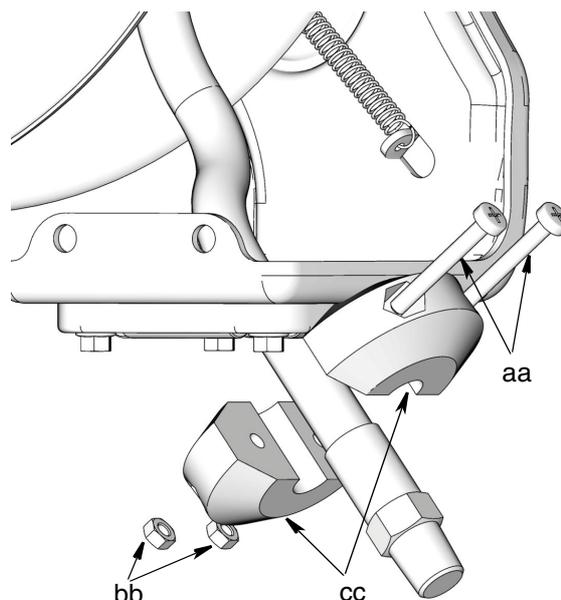

FIG. 23
5. Retirez l'arrêtoir de flexible de l'extrémité du flexible et mettez toutes les pièces dans un endroit sûr pour les réinstaller sur le nouveau flexible plus tard (FIG. 23).